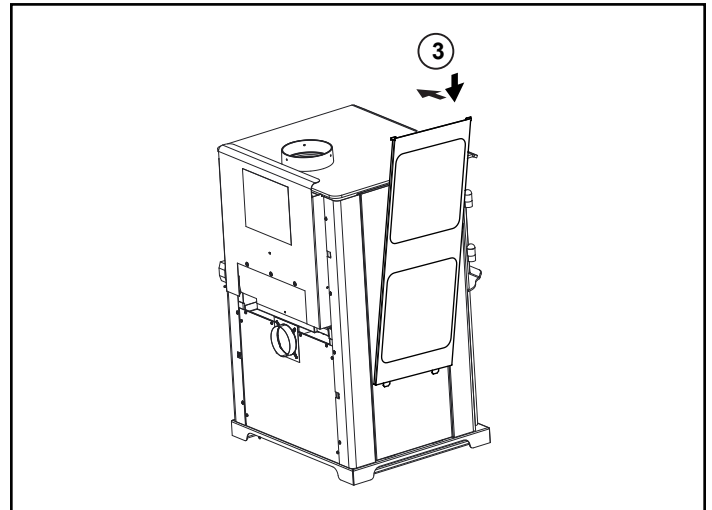

Figure 24.6
4. Fixez à nouveau le cadre des tuiles (Figure 24.6).